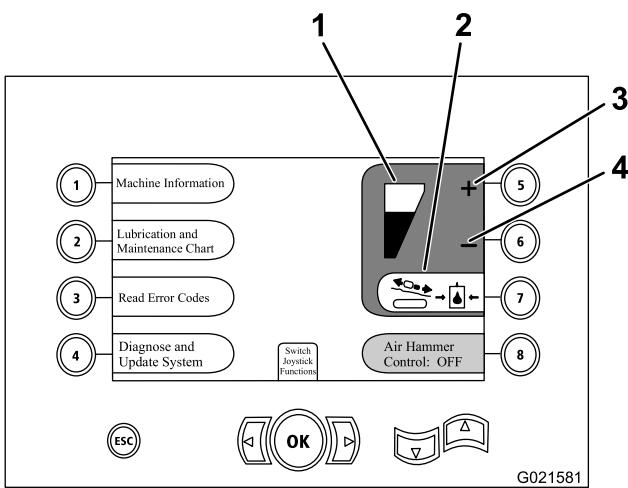

Рисунок 71
2. Увеличьте или уменьшите давление каретки следующим образом: (Рисунок 71).
- Нажмите кнопку 5 на экранной странице, чтобы уменьшить давление каретки (Рисунок 71).
- Нажмите кнопку 6 на экранной странице, чтобы увеличить давление каретки (Рисунок 71).
Примечание: Индикатор давления каретки (Рисунок 71) будет показывать увеличение или уменьшение давления в зависимости от того, насколько вы увеличили или уменьшили его.